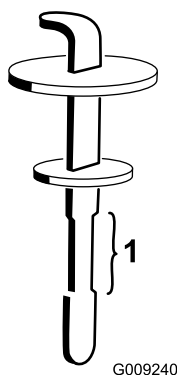

Bild 131
5. Entfernen Sie den Peilstab aus dem Füllstutzen und wischen ihn mit einem sauberen Lappen ab. Stecken Sie den Peilstab in den Einfüllstutzen und ziehen ihn dann heraus, um den Ölstand zu prüfen (**Bild 131**).